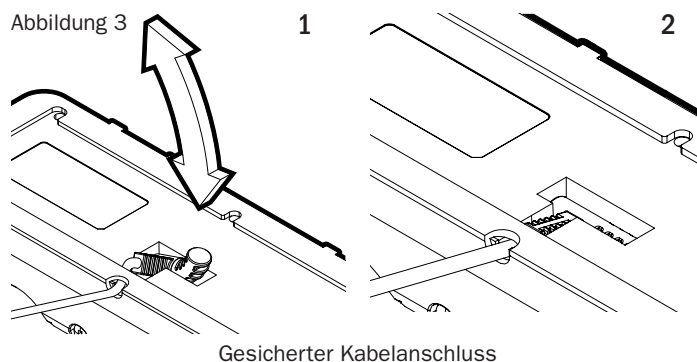

Abbildung 4
Der XS Truckmount Charger wird mit den fünf (5) M5-Sechskantbohrschrauben, die in Ihrem Installationssatz enthalten sind, direkt in die flache Platte geschraubt. Der Einbau ist nun abgeschlossen (Abbildung 4).